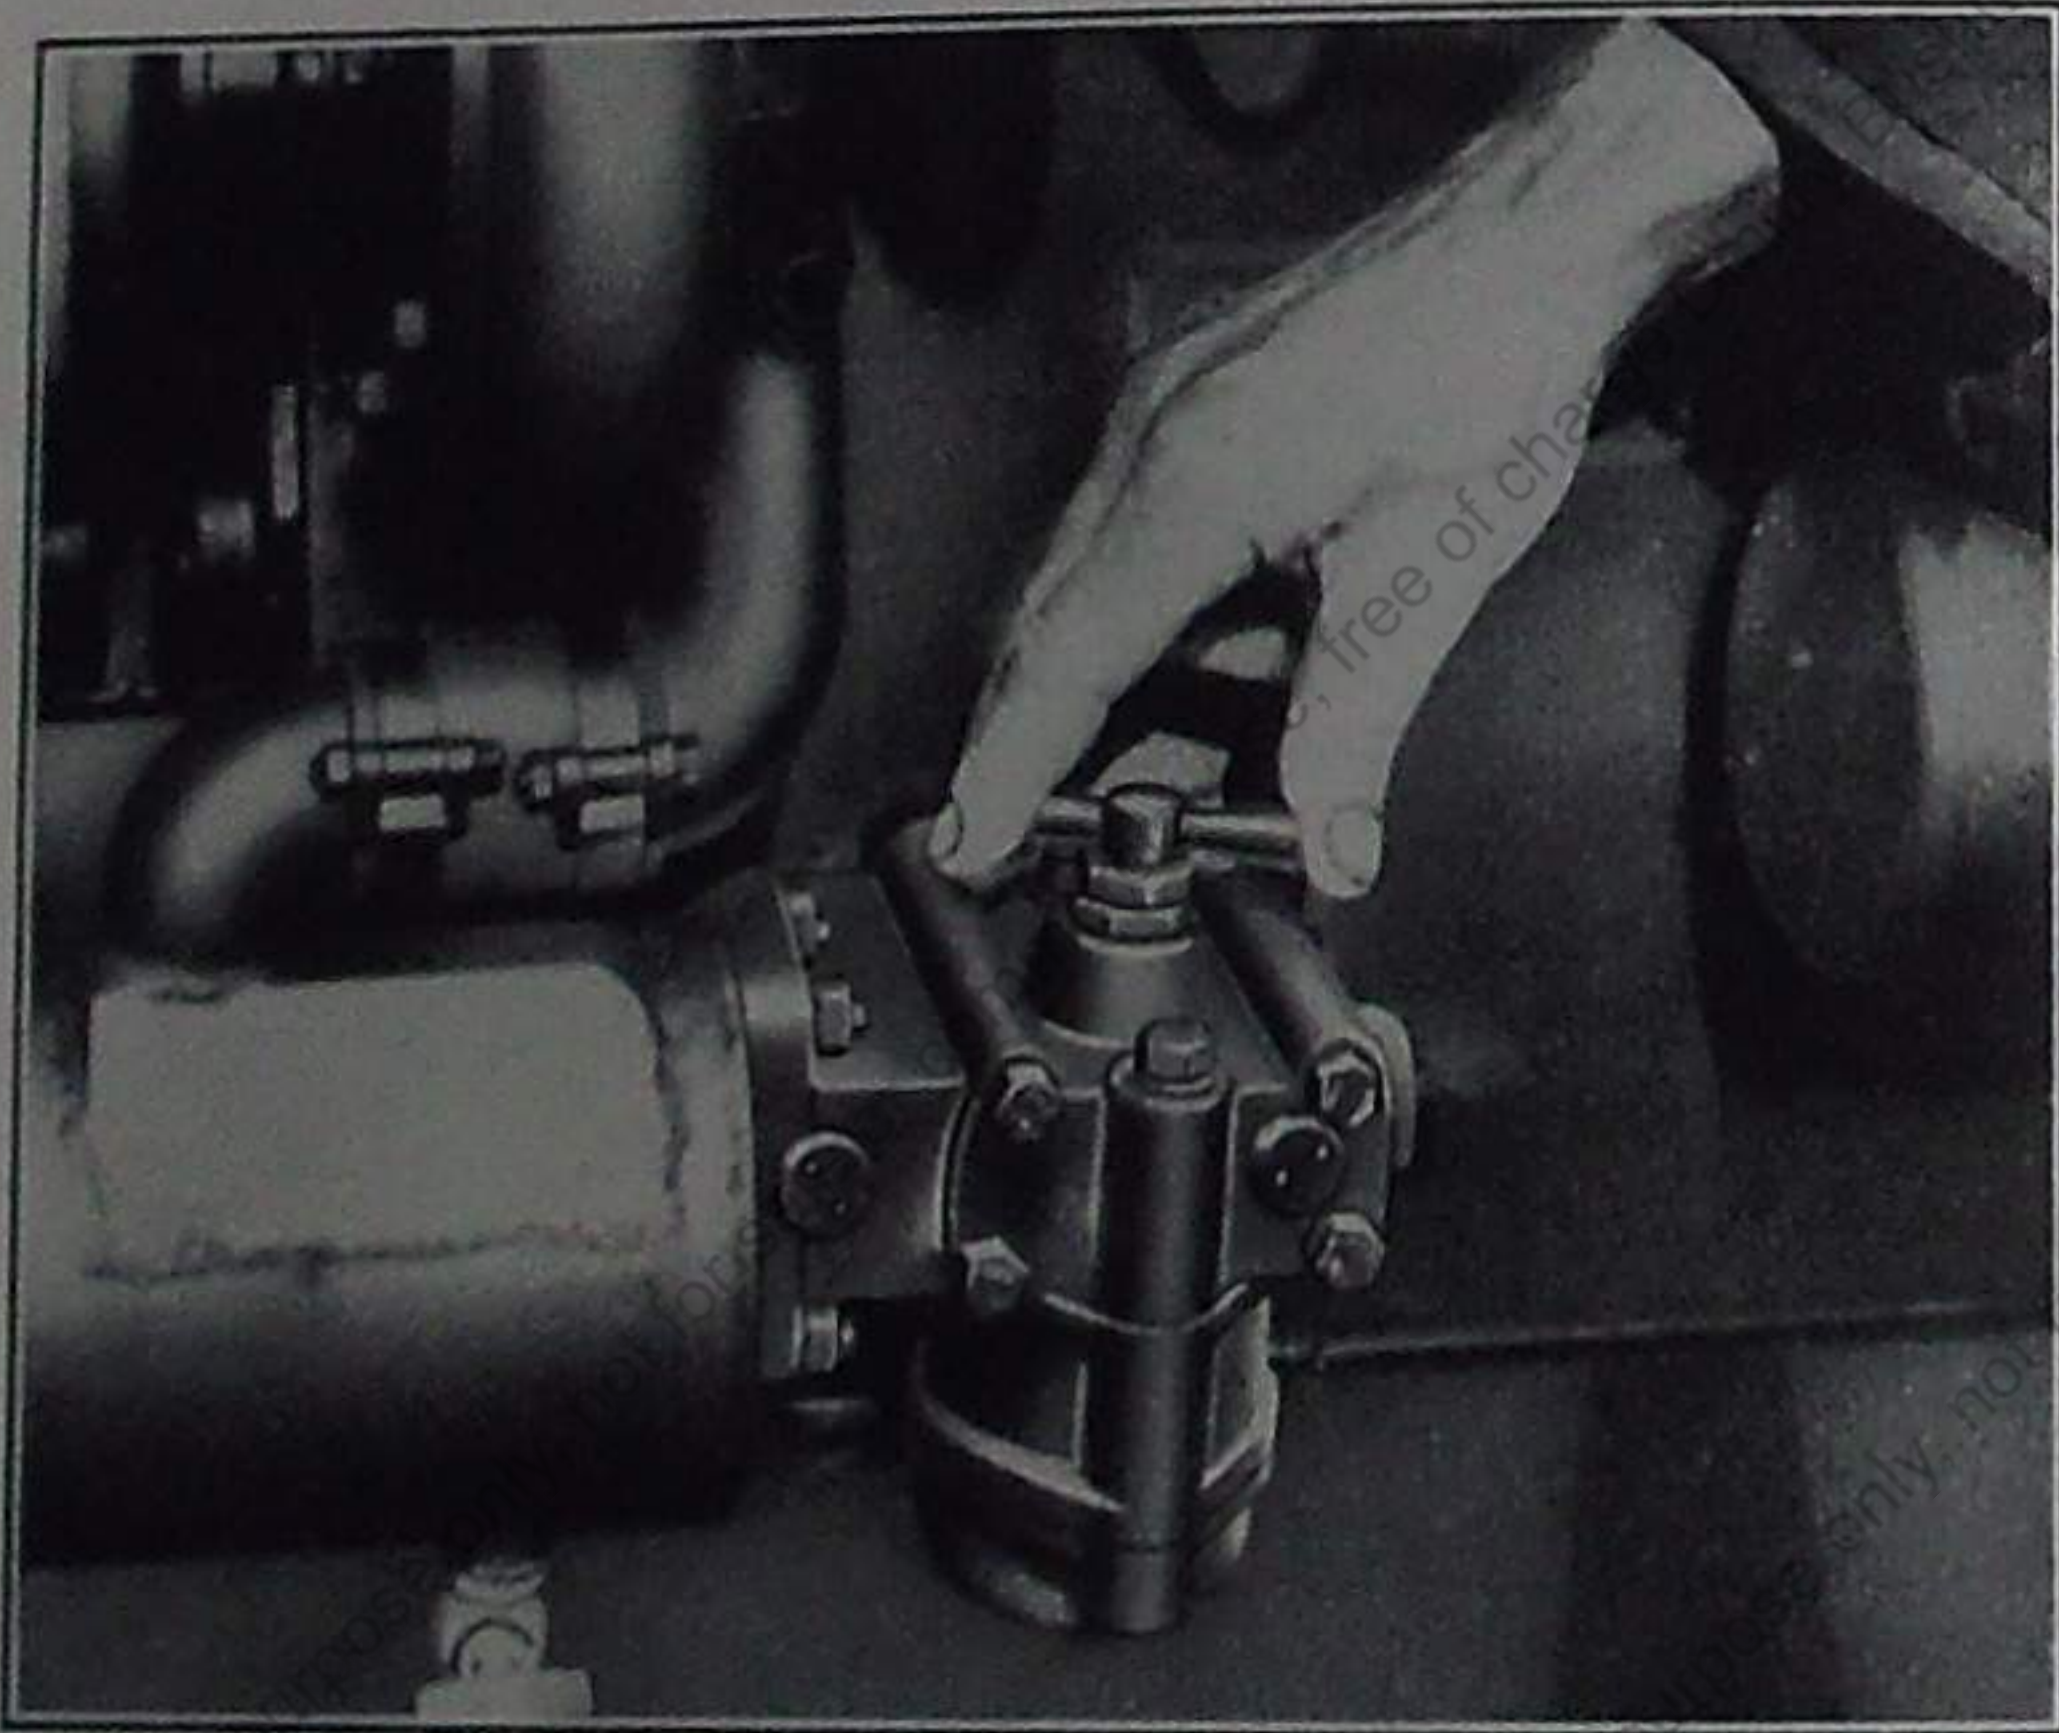

Abb. 16 Betätigung des Ölreinigers
- Ölfilter durch mehrmaliges Drehen am Handgriff reinigen. (Abb. 16)